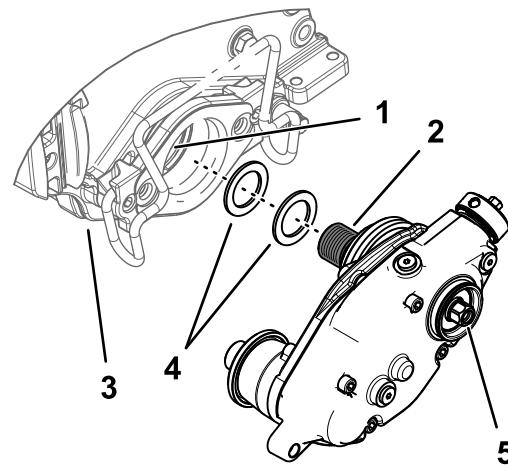

図 12
2. カッティングユニットの左側にグルーマ駆動ボックスを取り付ける場合、黒色リールアダプタのねじ山部分にシムワッシャ2枚を入れる**図 12**。
4. リールシャフトにグルーマ駆動ボックスを取り付ける**図 12**。
- リールが回転しないようにしたら、駆動ボックスのシャフトの六角ヘッドを135-150 N·m 13.8-15.3 kg·m = 100-110 ft-lbにトルク締めする図12を参照。